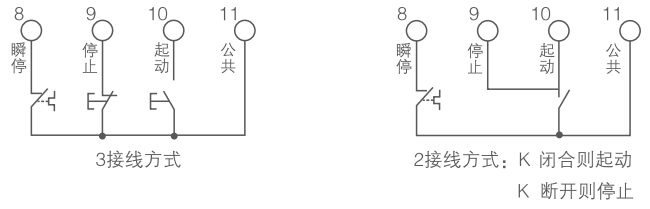

图4.2
- ◇ 端子⑧为瞬停输入：软启动器正常工作时此端子必须与端子⑪短接。若此端子⑪开路时，智能电机软启动器无条件停止工作，处于故障保护状态。此端子可受控于外部保护装置的常闭输出点。注：如需瞬停时，请把瞬停开启。
- ◇ 端子⑨、⑩、⑪为外控停止、启动按钮输入接线端子。接线方法如图4.2。两线方式时⑨、⑩短接。
- ◇ 端子⑫、⑬为4~20mA直流模拟输出：用于实时监视电机电流，满度20mA时指示电机电流为智能电机软启动器标称额定电流的100%，可外接4~20mA直流电流表观察，该输出负载电阻最大值为500Ω。（订货时需说明）。